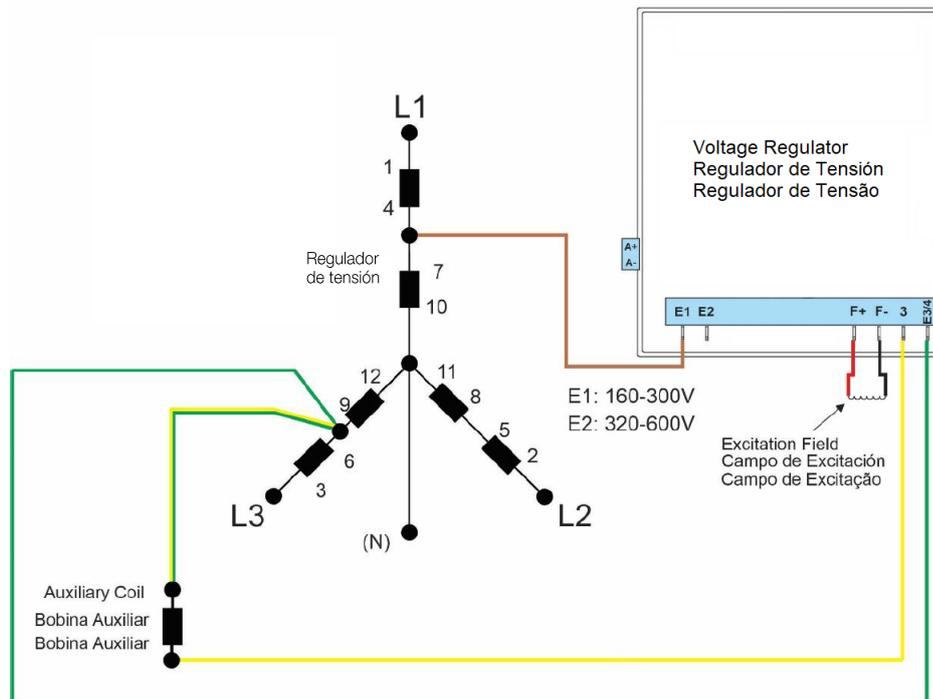

Figura 15.1: Diagrama de Cables – Conexión serie (Alternador)
2. Al desconectar el regulador de tensión del alternador, estarán disponibles los cables, conforme la Figura 15.1.